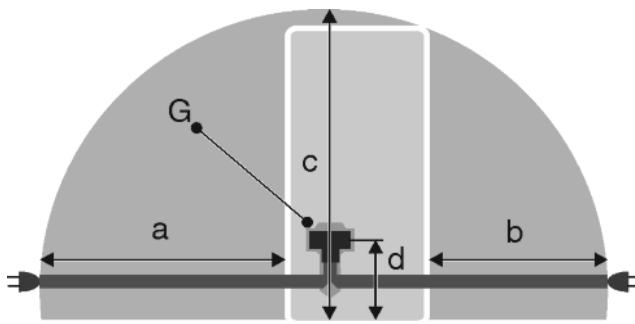

Fig. 26
- Розетка знаходитьться за межами зони задньої стінки пристроя у заданому діапазоні Fig. 26 (a, b, c).
- Штекер пристрою Fig. 26 (G) вставити на задній стінці пристроя. Слід звернути увагу на належну фіксацію.